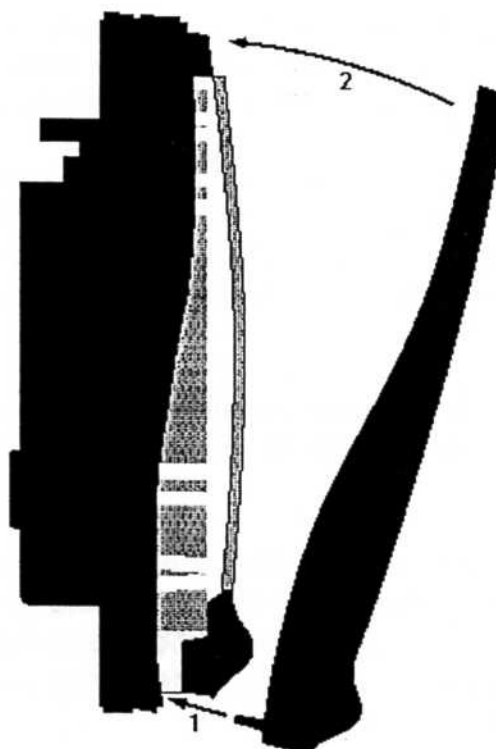

Fig 5.5 - Mise en place du cache
- Ramener le cache vers le haut du cadran jusqu'au clic (Fig 5.5).